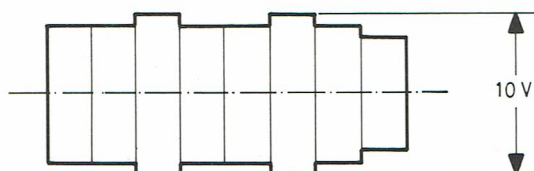

FIG. 9
- Régler : L 501 jusqu'à égalisation optimale des niveaux (voir fig. 9).